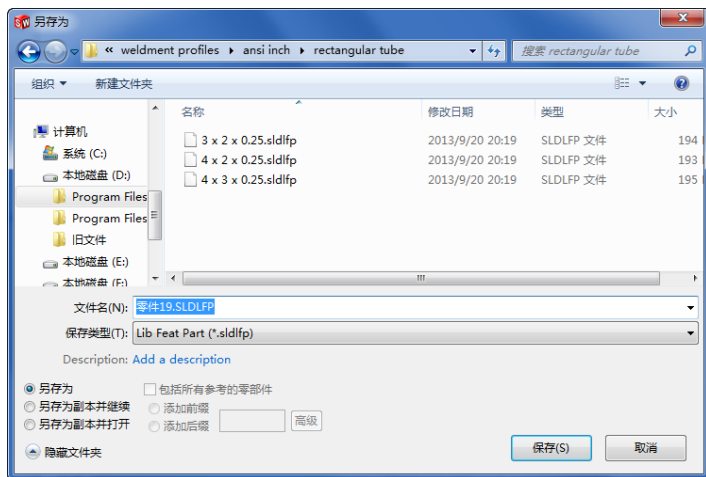

图 13-52 “另存为”对话框
*.sldlfp。保存在 rectangular tube 文件夹中，如图 13-52 所示。